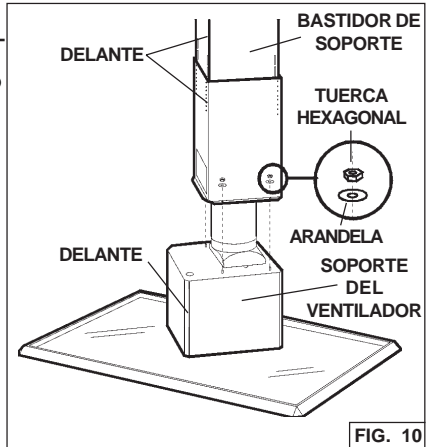

FIG. 10
3. Fije el bastidor de soporte al soporte del ventilador y sujete con cuatro arandelas y tuercas hexagonales. Compruebe que los cantos marcados "FRONT" (DELANTE) están alineados. Fig. 10.